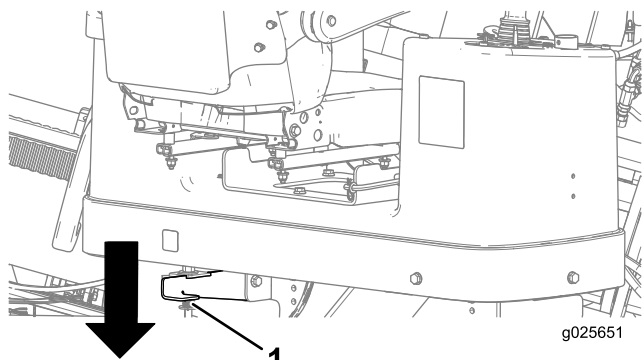

Рисунок 71
5. Нажмите вниз на заднюю защелку фиксации платформы оператора и отведите ее в сторону в нужное положение, убедившись в ее фиксации на месте (Рисунок 71).